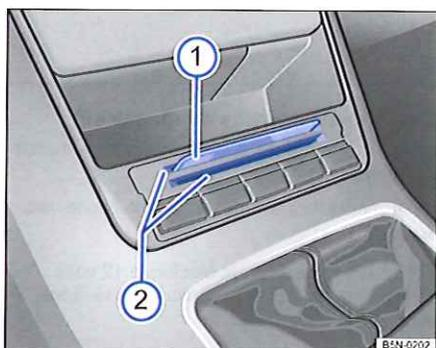

Fig. 118 Dans la partie inférieure de la console centrale : porte-cartes.
Des porte-cartes permettant de ranger par ex. des pièces de monnaie, des cartes de paiement de carburant ⇒ fig. 118 ①, des tickets de stationnement ou d'autres objets similaires peuvent se trouver dans la partie inférieure ② ainsi que dans la partie supérieure ⇒ fig. 7 ② de la console centrale.